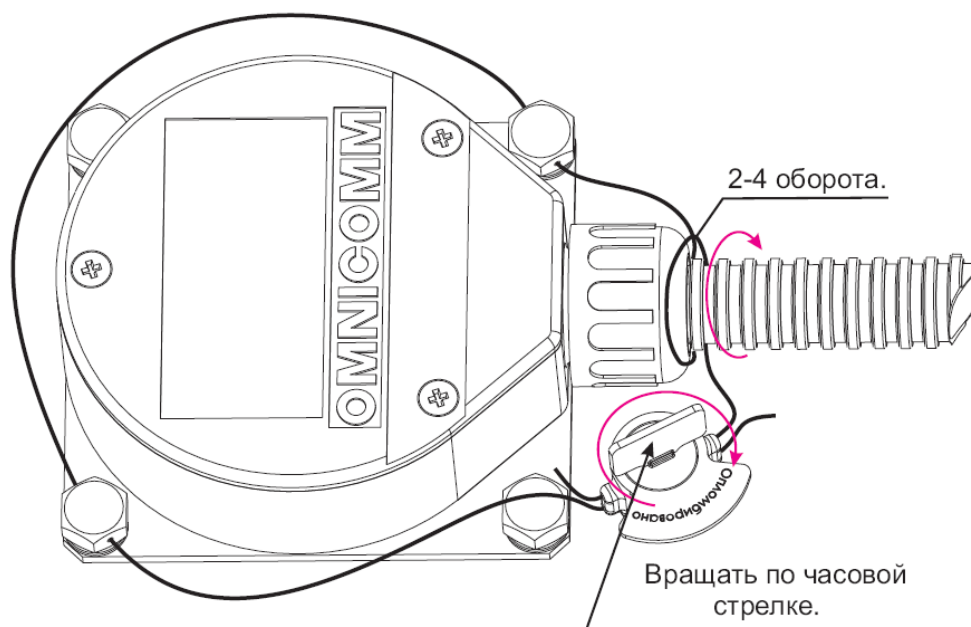

Рисунок 39
- 3) Запустить программу LLS Monitor. Откроется главное окно программы (Рисунок 39), в котором отображены текущие настройки подключенного изделия «Д1».
- 2) Продеть пломбировочную проволоку через отверстия в двух болтах, обмотать проволоку вокруг металлорукава, как показано на рисунке (Рисунок 39) и концы проволоки провести через отверстия пломбы.